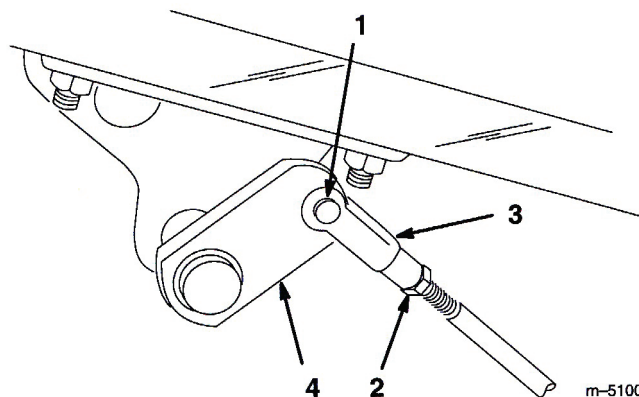

図50
2. ブレーキが片効きであれば、コッター・ピンとクレビス・ピンを外して、ブレーキロッドを外す（図50）。
3. ジャムナットをゆるめ、クレビスを調整する（図50）。
4. クレビスをシャフトに取り付ける（図50）。